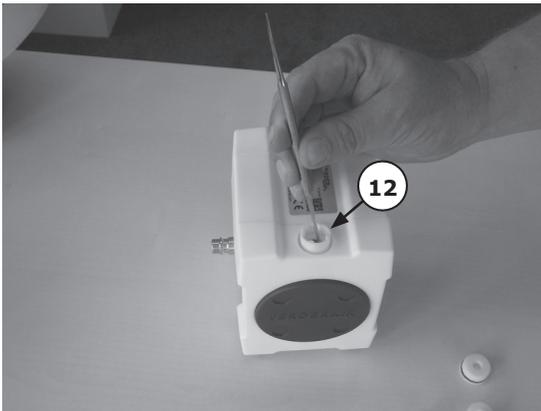

Figure 5
Retirez l'entretoise (13) et la bille de vanne (11) ou le clapet à cylindre (10). Retirez le siège de la vanne (12) (voir Figure 5).